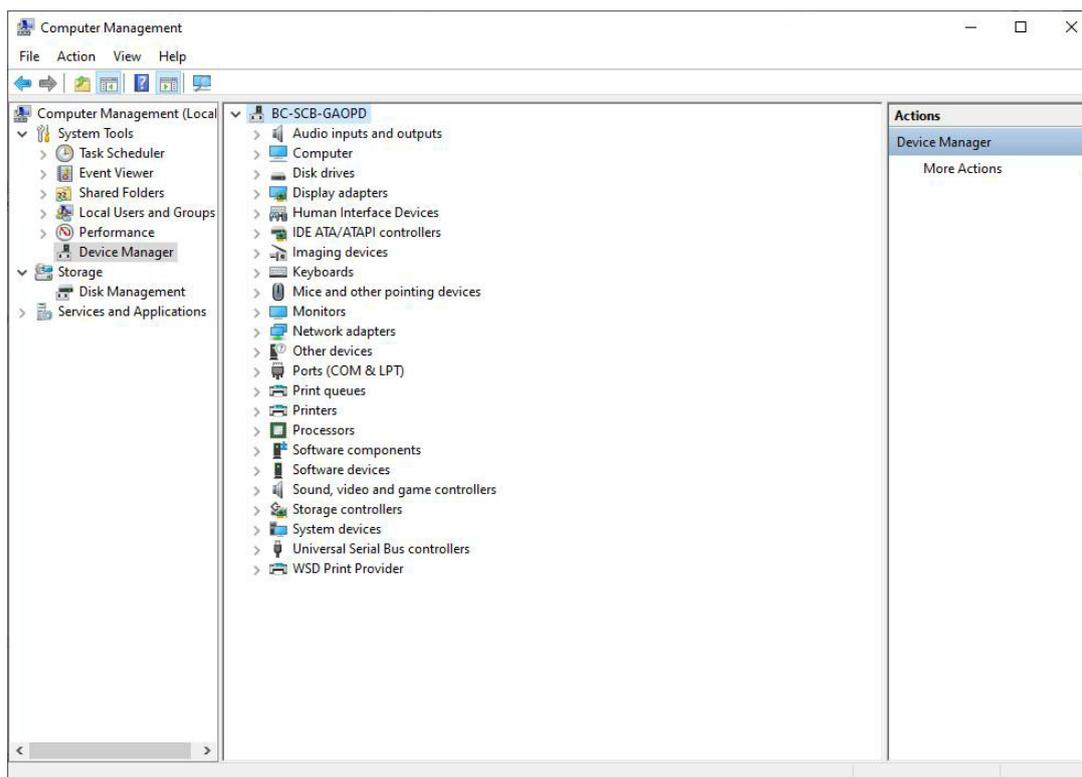

Рис. 8. Неизвестное устройство
2. Открыть «Device Manager» (Диспетчер устройств), в нем отобразится «Other Devices» (Другие устройства), как показано на Рис. 8, если его драйвер не установлен.